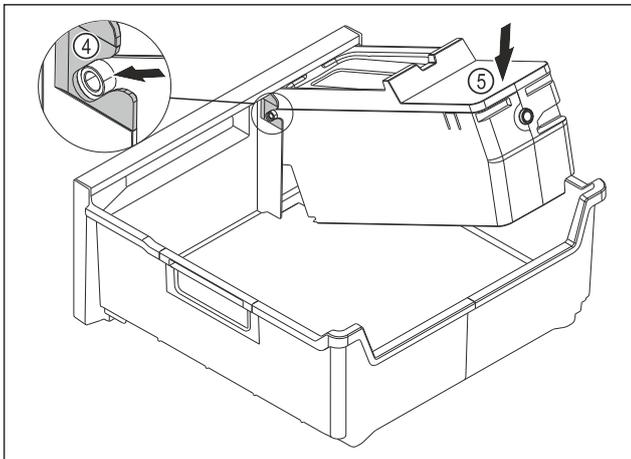

Fig. 162
- ▶ EasyTwist-Ice-Korpus montieren: Achsen des EasyTwist-Ice-Korpus in die Führungen Fig. 162 (4) einschieben.
- ▶ EasyTwist-Ice-Korpus Fig. 162 (5) hinten nach unten drücken.